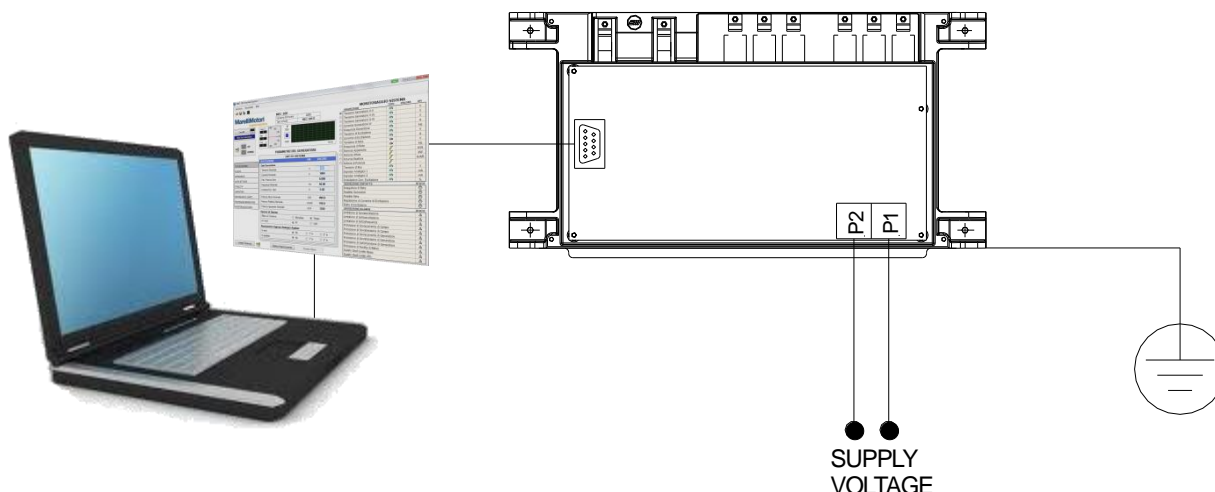

Abb. 5.2.a
- Die Abb. 5.2.a zeigt den Anschlussplan für das vorbereitende Setup des MEC-100. Es ist wie folgt vorzugehen (in der angegebenen Reihenfolge):
**BEVOR DAS VORBEREITENDE SETUP DES MEC-100 VORGENOMMEN WIRD, ALLE ANGESCHLOSSENEN KABEL LÖSEN UND DIE KARTE DURCH EINE STROMQUELLE AUSSERHALB DES GENERATORS VERSORGEN.** Es dürfen nur die Anschlüsse verbleiben, die in Abb. 5.2.a dargestellt sind.